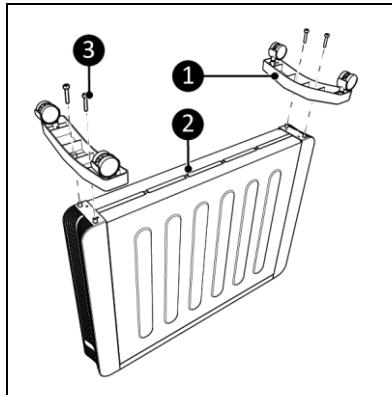

Figure 4
- Vissez et serrez les pieds (figure 4, pos. 1) au bas du chauffage (figure 4, pos. 2) à l'aide des vis accompagnant le produit (figure 4, pos. 3).